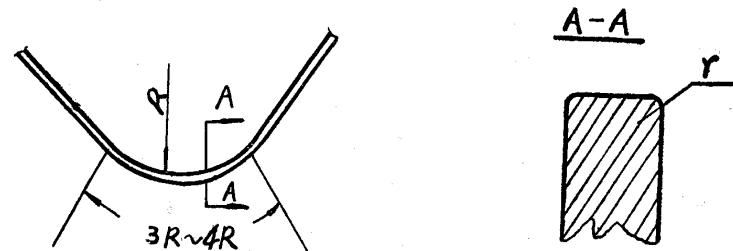

图 3
20. 将钢板刨成焊接坡口，或刨成斜边时的偏差应符合图纸要求，可用钝角样板检查见图3：
见图3